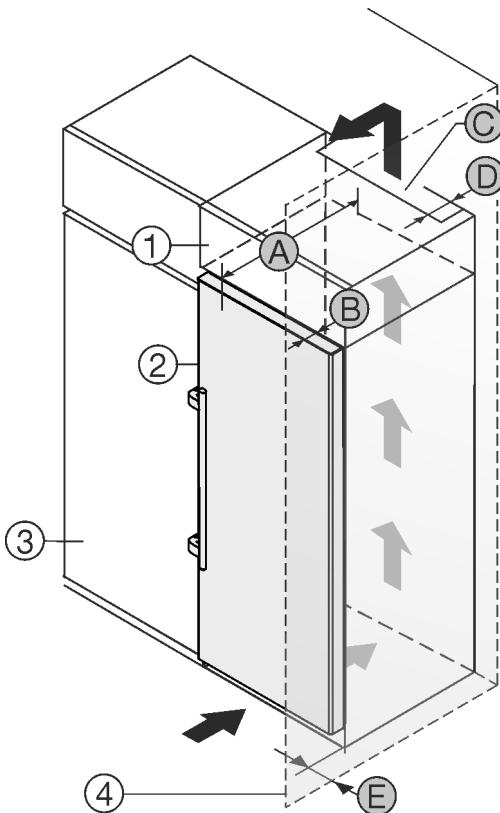

Fig. 2
Aparat lahko postavite neposredno ob kuhinjsko omaro Fig. 2 (3).*
Na zadnji strani nadgradne omare mora biti zaradi prezračevanja in odzračevanja po vsej širini nadgradne omare prezračevalni jašek globine Fig. 2 (D).*
Pod stropom je treba upoštevati presek prezračevanja Fig. 2 (C).*
Če aparat postavite s tečaji ob steni Fig. 2 (4), mora razdalja med aparatom in steno znašati vsaj 57 mm. To ustreza velikosti ročaja pri odprtih vratih.*
Da lahko vrata povsem odprete, mora aparat štrleti ven vsaj za globino vrat Fig. 2 (B) glede na sprednji del kuhinjske omarice. Odvisno od globine kuhinjskih omaric Fig. 2 (3) in uporabe stenskih distančnikov lahko aparat štrli bolj ven.*